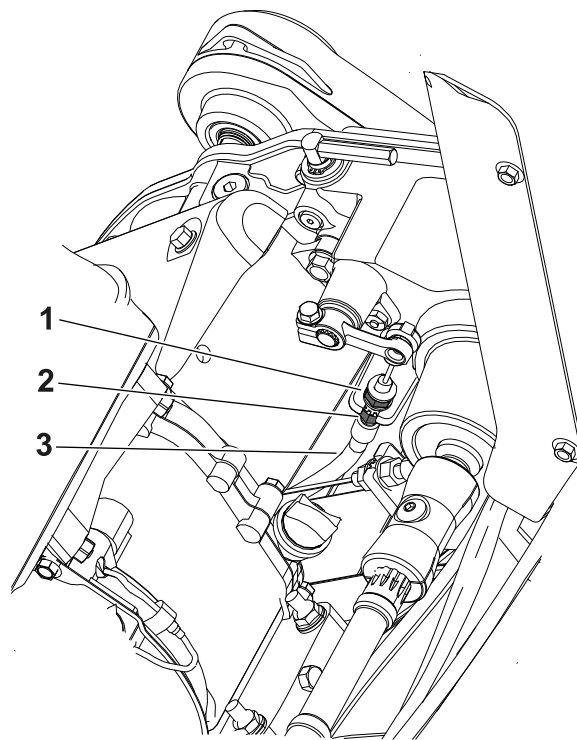

Figura 37
- Per aumentare la tensione del cavo, allentate il controdado anteriore del cavo e serrate il controdado posteriore (Figura 37). Ripetete il passaggio 2 e regolate la tensione se necessario.
- Per diminuire la tensione del cavo, allentate il controdado posteriore e serrate il controdado anteriore del cavo (Figura 37). Ripetete il passaggio 2 e regolate la tensione se necessario.